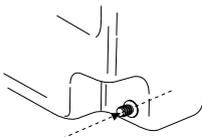

Abb.. 2
- 2) Den Dichtungsring, das Abflußrohr und die Nutmutter am Anschlußstutzen des Tankes befestigen (s. Abb. 2).